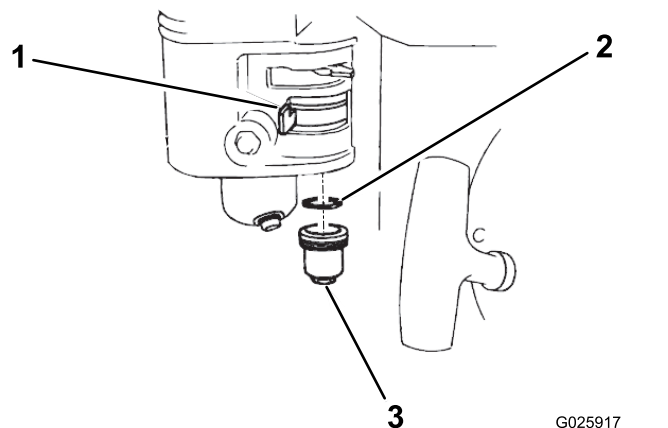

图34
1. 将燃油切断阀移至“关闭”位置然后取出燃油沉淀杯和 O 形圈 图34。